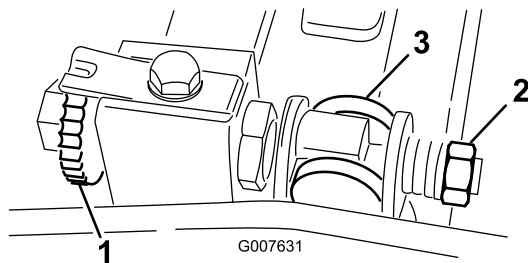

Figura 54
1. Rode o parafuso de ajuste da barra de apoio no sentido contrário ao dos ponteiros do relógio, para afastar a lâmina de corte do cilindro (Figura 54).
2. Faça recuar a porca da mola tensora até que a anilha deixe de estar sob tensão contra a barra de apoio (Figura 54).